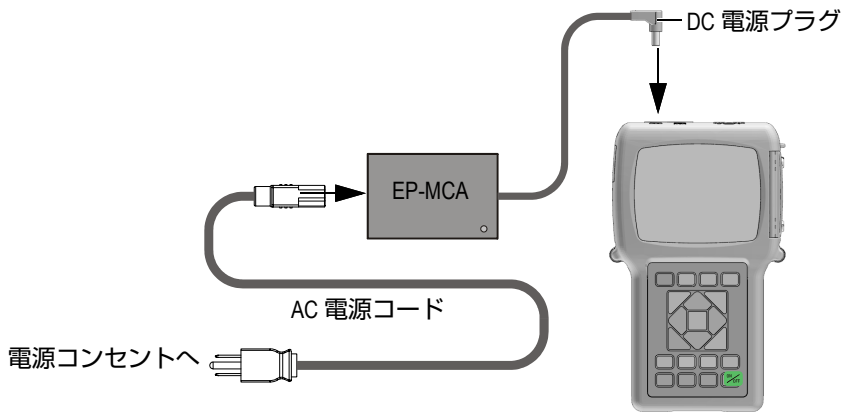

図 2-2 チャージャー / アダプターの接続
1. AC 電源コードをチャージャー / アダプター (部品番号: EP-MCA [U8767042]) と適切な電源コンセントに接続します (48 ページの図 2-2 参照)。